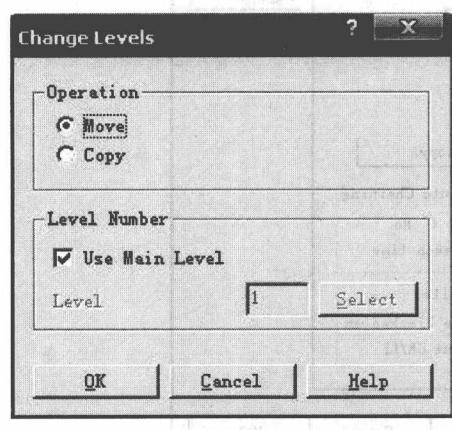

图 1-12 改变图层对话框
(3) **Chg Levels (改变图层)** 在“Screen (屏幕)”子菜单中选择“Chg Levels (改变图层)”选项后，弹出如图 1-12 所示“Change Levels (改变图层)”对话框，各选项含义如下。